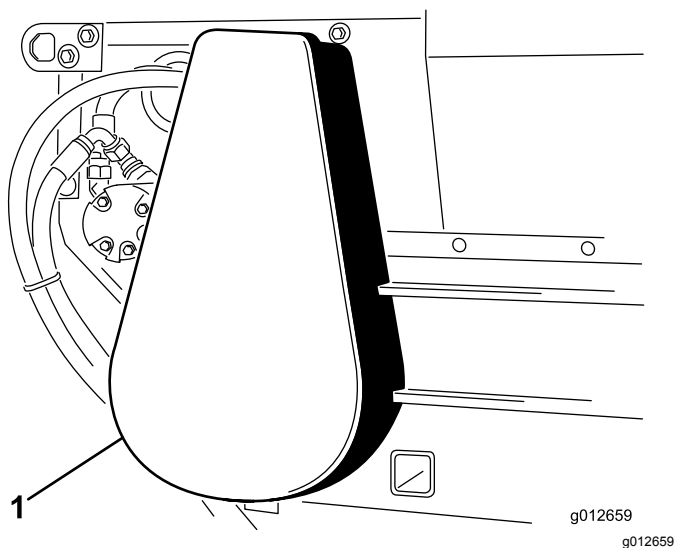

图17
- 2. 卸下链条护罩图17。
6. 安装链条护罩 图17。